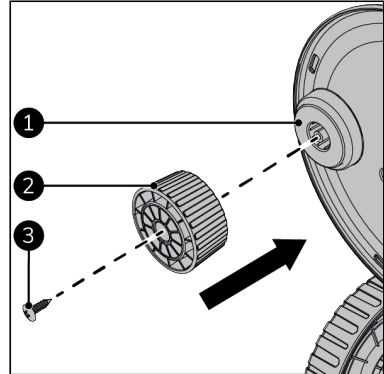

Abbildung 50.
1. Befestigen Sie den Griff (Abbildung 50, Pos. 1) am Hauptkörper (Abbildung 50, Pos. 2) mit der ST4.8x16 Schraube (Abbildung 50, Pos. 3).